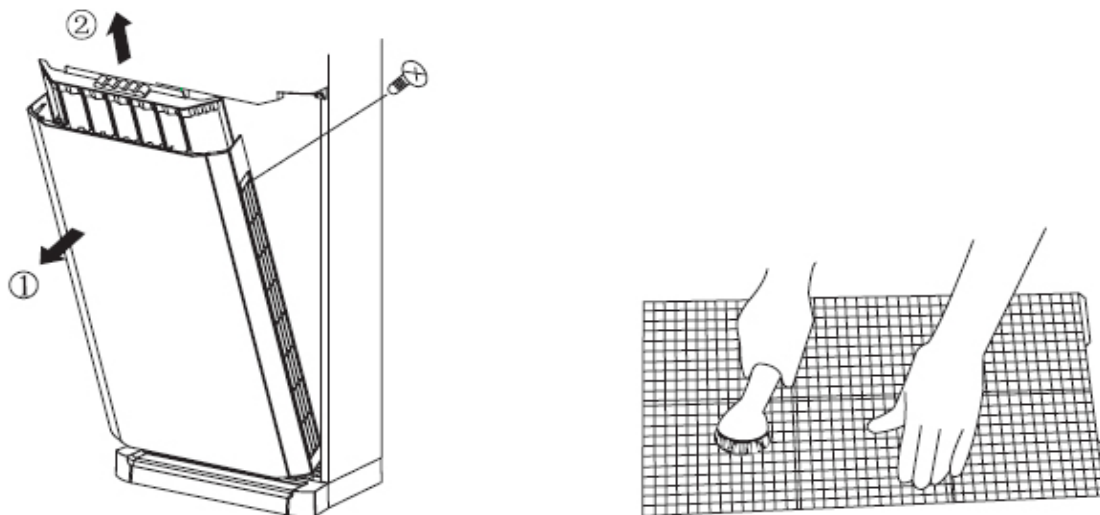

Fig. 7.2
(1) Desmonte el filtro de aire.
Tal y como se muestra en la fig. 7.2, extraiga la tira decorativa de la posición ① y desatornille el tornillo. A continuación, abra el panel de vidrio y desatornille los tornillos que fijan el filtro de aire. Finalmente, extraiga el filtro de aire en la dirección indicada por la flecha.
(2) Limpie el filtro.
Limpie el filtro con una aspiradora. Si hay mucho polvo en el filtro, límpielo con un poco de detergente neutro o agua caliente. A continuación, seque el filtro y reinstálelo del modo indicado en la fig. 7.2.